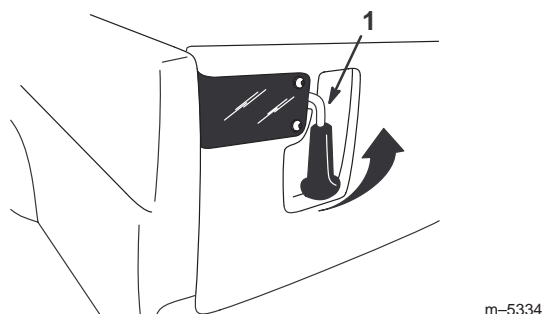

Figure 13
1. Pour déverrouiller le hayon, relevez les poignées de verrouillage (Fig. 13). Elles s'écartent alors vers le centre du hayon. Abaissez lentement le hayon.